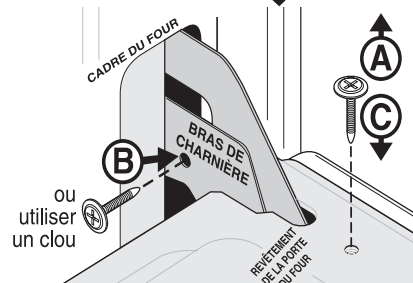

Fig. 2
2. Enlevez les 2 vis situées à l'intérieur de la contre-porte (fig. 2, **A**).
3. Insérez les 2 vis dans les trous des charnières de la porte situés sur le côté du bras de charnière, une vis dans chaque charnière (fig. 2, **B**).
5. Remettez les 2 vis dans la contre-porte (fig. 2, **C**).